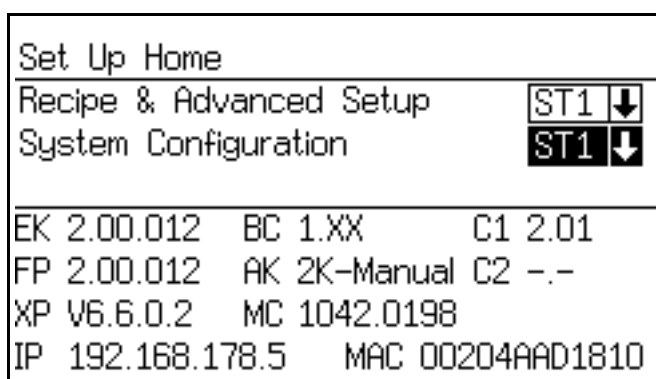

Рис. 53. Начальный экран установки
1. На EasyKey нажмите клавишу  Установка, чтобы получить доступ к Основному экрану установки. Выберите "Конфигурация Системы" чтобы получить доступ к экранам конфигурации. Рис. 53.